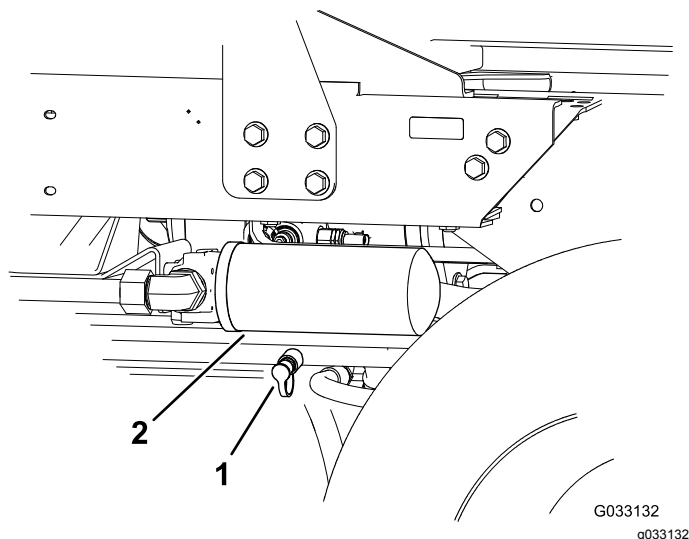

Bild 39
2. Schließen Sie einen Hydraulikschlauch zwischen dem eingebauten Diagnose-Anschlussstück im Heckantriebsverteiler und dem Testanschluss für den Rückwärtsantriebsdruck (Bild 39) an.